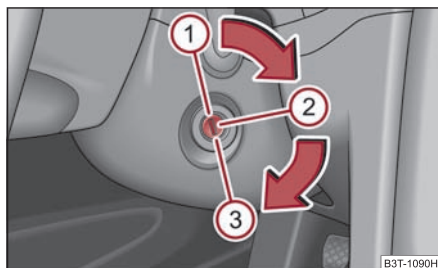

Fig. 134 Positions de l'antivol de direction
- Coupez le moteur en tournant la clé de contact sur la position  ⇒ page 120, fig. 134